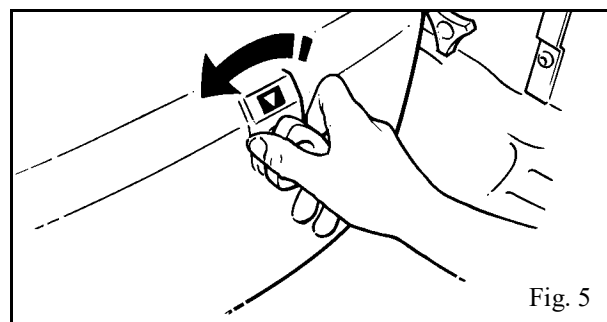

Fig. 5
Esta función se puede usar en caso de ocurrir un fallo del control general. En el poco probable caso de que el control manual o el panel de control doble no accione la grúa con un paciente todavía sostenido por el arnés, se podrá bajar al paciente usando el botón de neutralización de bajada situado a la derecha de la cubierta principal. Una etiqueta situada encima del interruptor. (Véase la fig. 5)
1. Para accionar la función de neutralización de bajada, gire media vuelta el mando en el sentido contrario al de las agujas del reloj. (Véase la fig. 5)